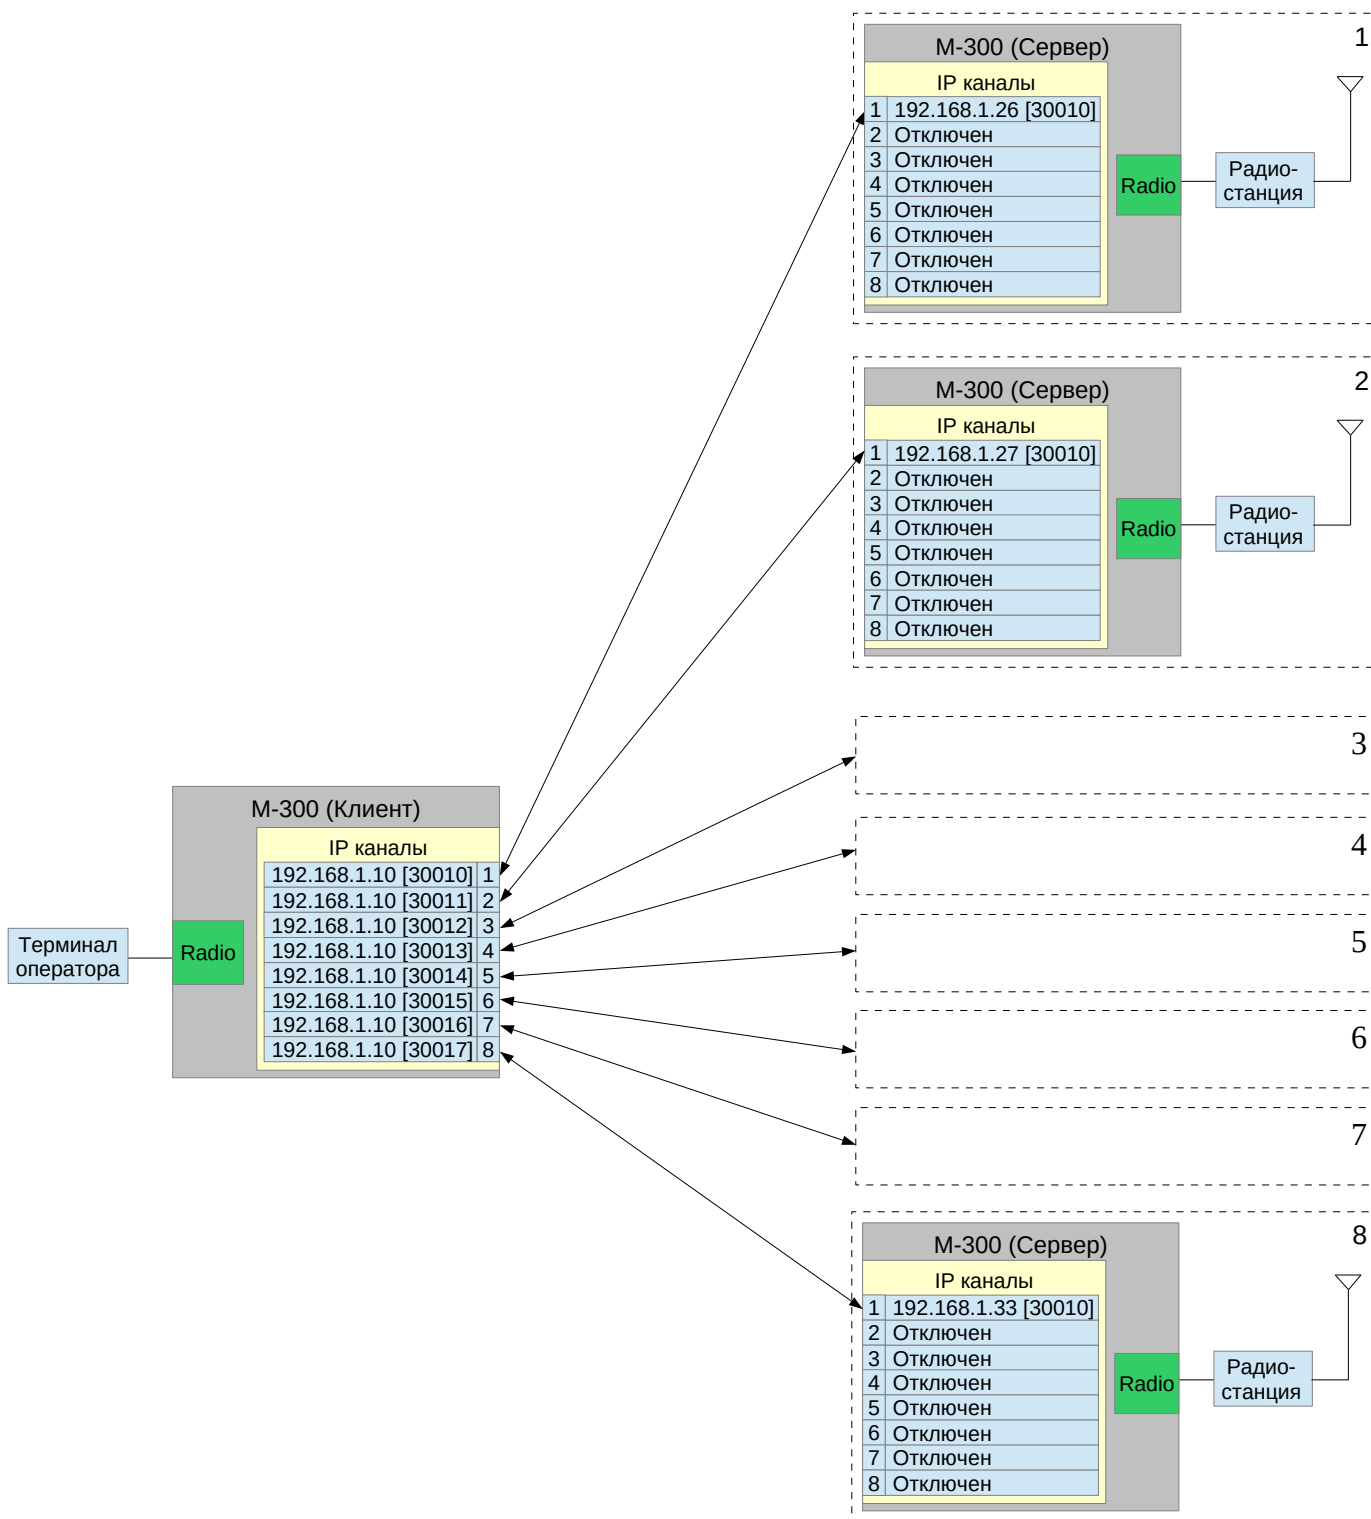
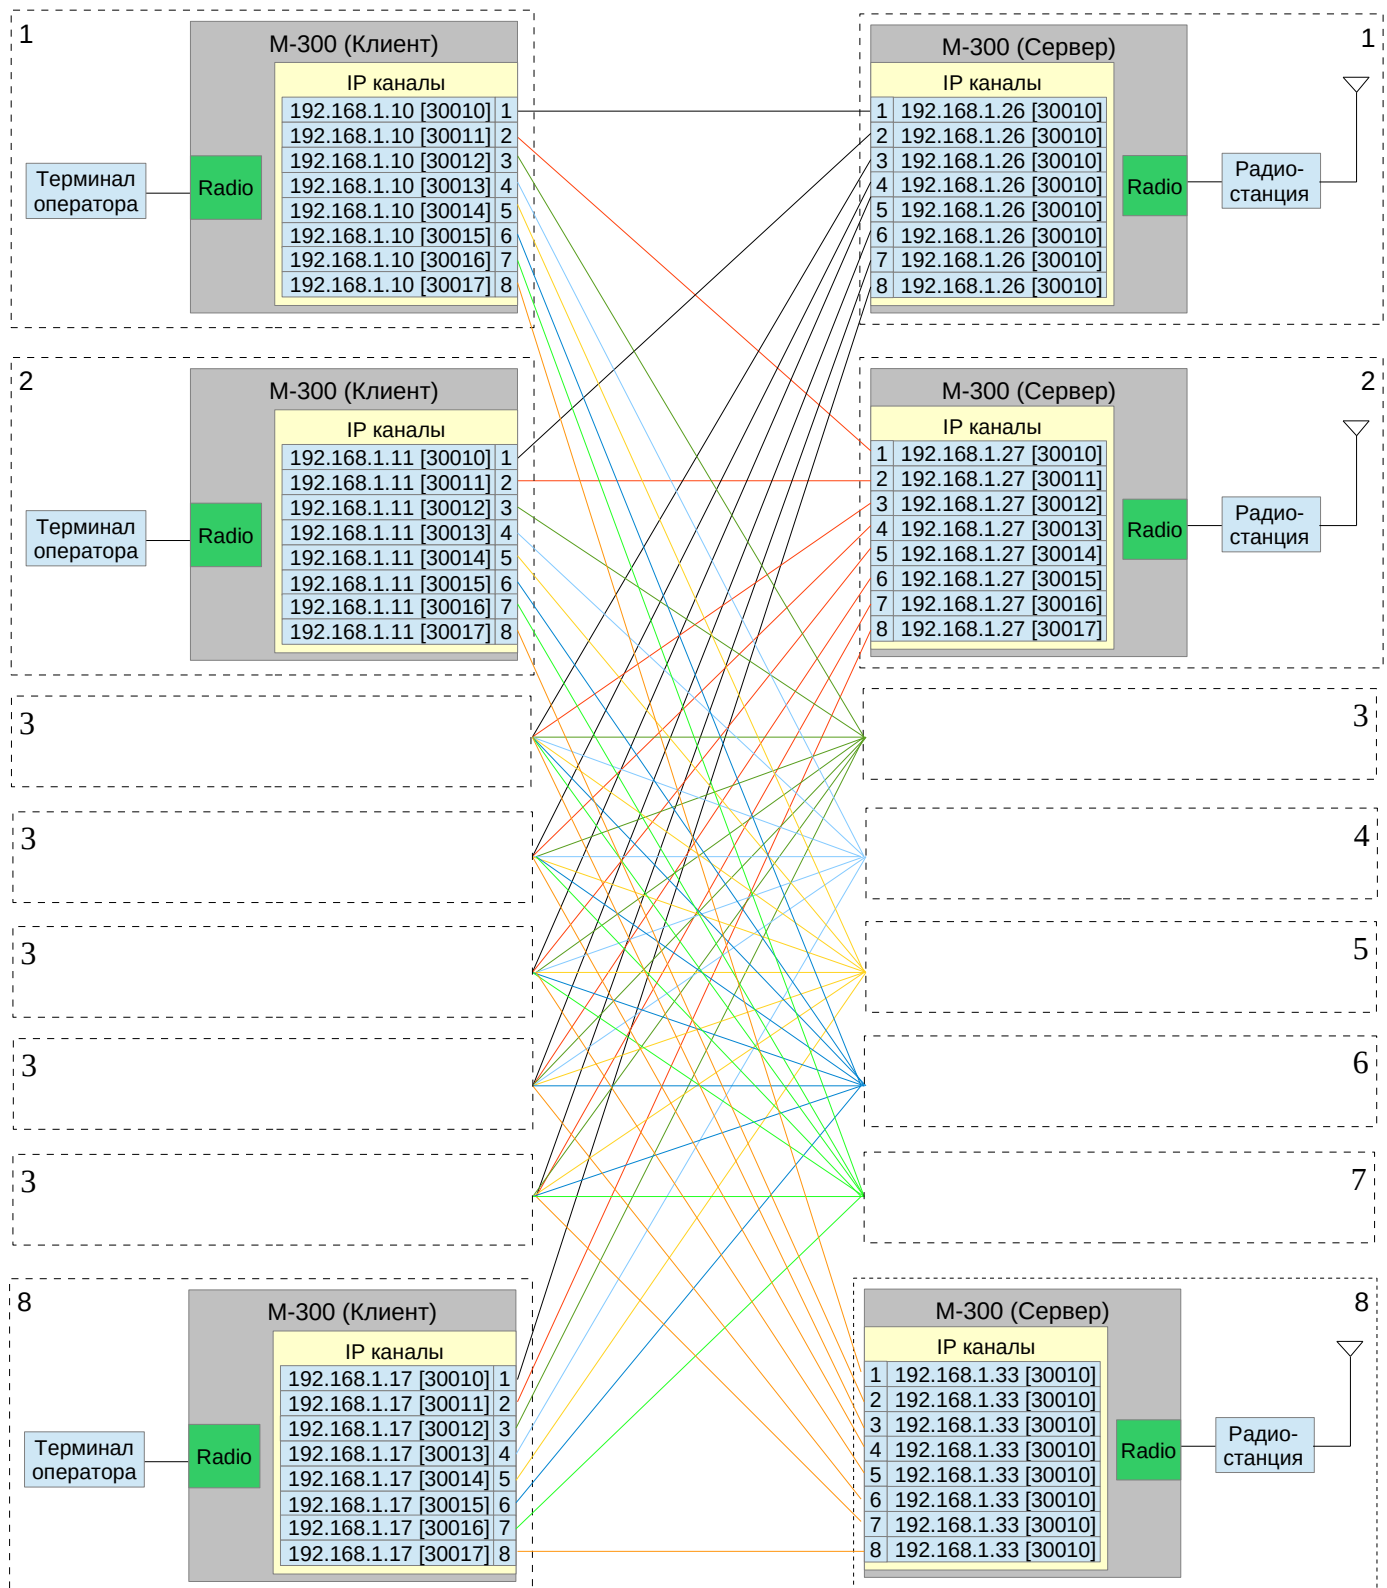

Рис. 3.6.4 Схема IP соединений для управления группой радиостанций.
Рис. 3.6.5 Схема IP соединений для работы группы операторов с группой радиостанций.
Контроллеры М-300 поддерживают одновременную работу по 8-ми IP каналам, это позволяет оператору организовать как выборочное так и параллельное управление до восьми удалённых радиостанций. Разделение IP каналов контроллера может выполняться как по номеру порта TCP/UDP протокола так и по IP адресу присваиваемого IP каналу. На рис. 3.6.4 приведена схема IP соединений для управления одним оператором группой из 8-ми радиостанций. На рис. 3.6.5 приведена схема IP соединений для параллельной работы группы из 8-ми операторов с группой из 8-ми удалённых радиостанций.
- Динамически, в этом случае все IP каналы имеют идентичные значения IP адреса и номера портов (рис. 3.6.5, контроллер М-300 (Сервер) №1) . При данных параметрах подключение контроллеров М-300 (Клиент) выполняется на первый свободный IP канал.
- Статически, в этом случае каждый IP канал имеет индивидуальные значения IP адреса и/или номера порта (см рис. 3.6.5 контроллера М-300 (Сервер) №2).